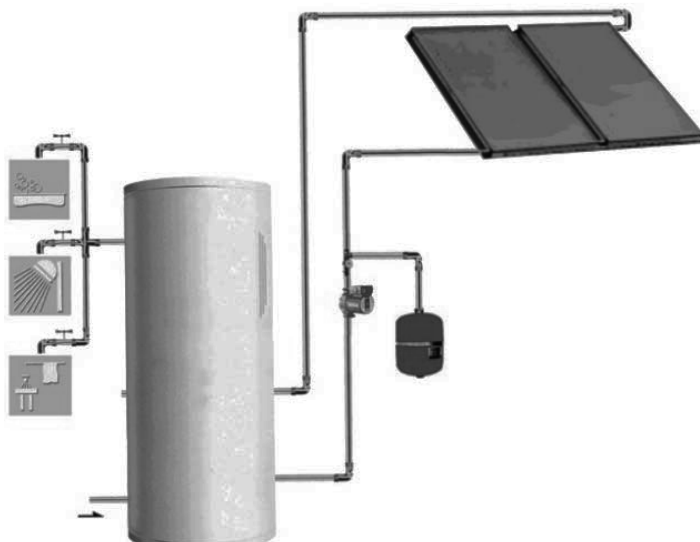

图 1-28 分体式太阳能热水器的实物
2) 分体式太阳能热水器（见图 1-28）是将集热器与水箱分开，可大大增加太阳能热水器容量。它的工作方式不采用落水式，从而扩大了使用范围。